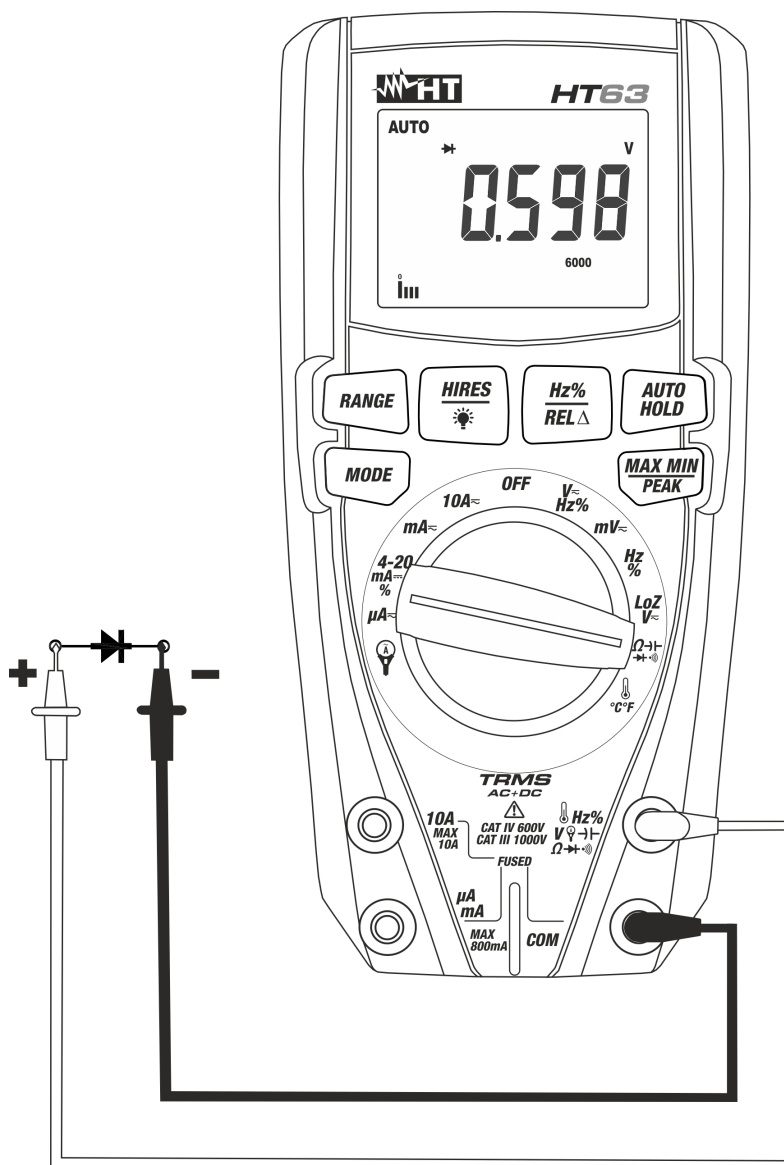

Fig. 7: Uso do instrumento para o Teste de Díodos
4. Colocar as ponteiros nas extremidades do díodo em exame (ver Fig. 7) respeitando as polaridades indicadas. O valor da tensão do patamar em polarização direta é apresentado no display.
6. Se o instrumento apresenta a mensagem "O.L" os terminais do díodo estão invertidos em relação ao indicado na Fig. 7 ou a junção P-N do díodo está danificada.